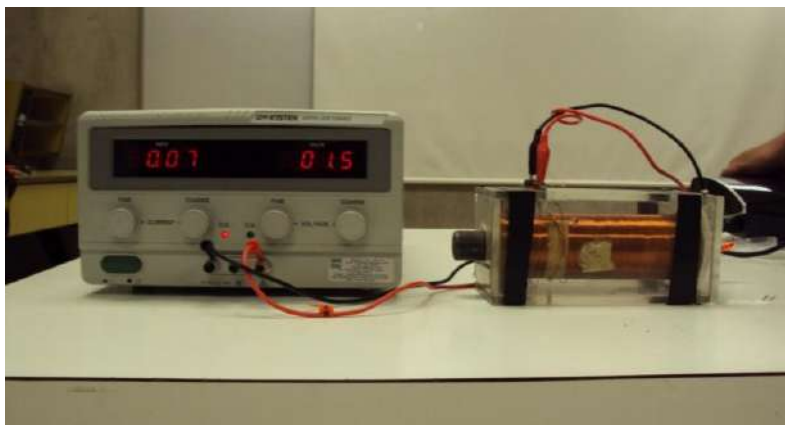

Figura 7.4 Electro imán
f) Conecte la fuente de poder al solenoide como se muestra en la figura 7.4 y ajuste el voltaje hasta tener una corriente de 1.5 A. A continuación, coloque una hoja de papel sobre el solenoide con núcleo de hierro poniendolo en posición horizontal y rocíe limadura de hierro.